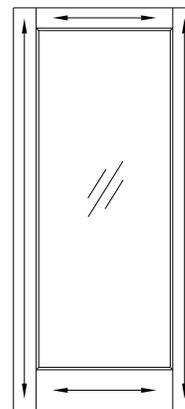

Figura 1
2. Lije toda la superficie suavemente con un papel de lija 5/0 (grano 180) antes de aplicar la primera capa de acabado. Lije siempre en el sentido de las vetas de la madera, vea la Figura 1.
2. Barnice la puerta hasta obtener el color deseado siguiendo las instrucciones del fabricante del barniz. Barnice siempre en el sentido de las vetas de la madera, vea la Figura 1.
2. Acabe la puerta con dos capas de pintura látex, al óleo o laca. Asegúrese de que la puerta se seque por completo entre las capas en los seis lados de la puerta. Pinte siempre en el sentido de las vetas de la madera, vea la Figura 1.